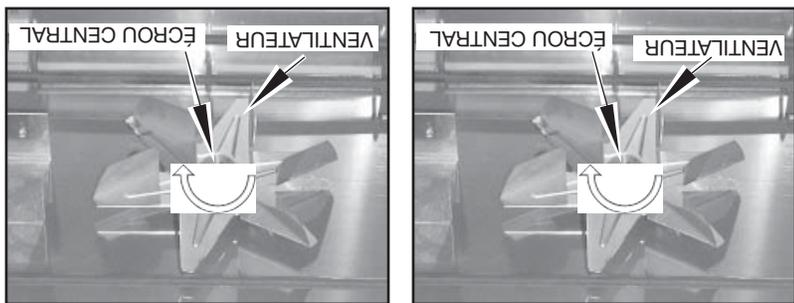

Figure 37
4. Retirez les deux pales du ventilateur. Dévissez l'écrou central sur chaque pale de ventilateur (figure 37). Ces écrous sont de filetage à gauche.